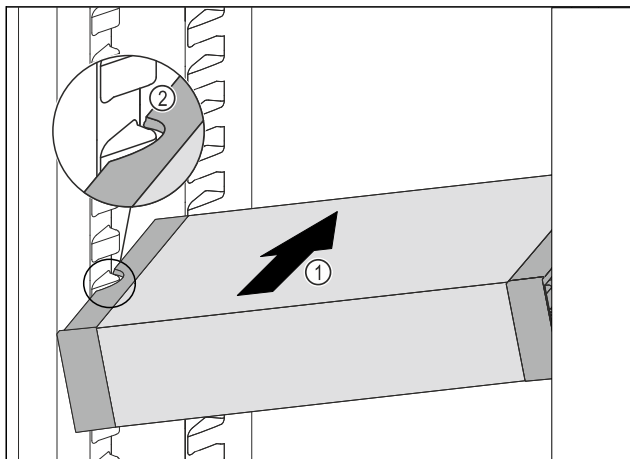

Fig. 102
- ▶ Predal VarioSafe potiskajte poševno v hladilnik Fig. 102 (1), dokler stranska izreza Fig. 102 (2) predala VarioSafe nista na višini nastavka za posodo v hladilniku.